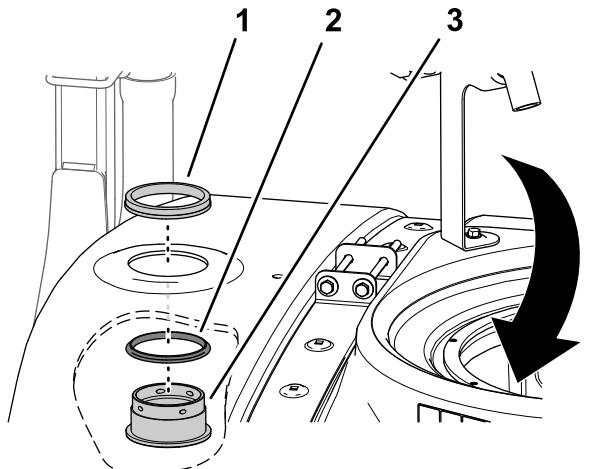

Figura 27
- Instale o vedante sobre a união do anteparo (Figura 27).
- Instale a união do anteparo e o vedante através do furo que criou em Perfurar o depósito \(página 14\) a partir do interior do depósito (Figura 27).
- Prenda o anteparo ao depósito com o anel de bloqueio (Figura 27).